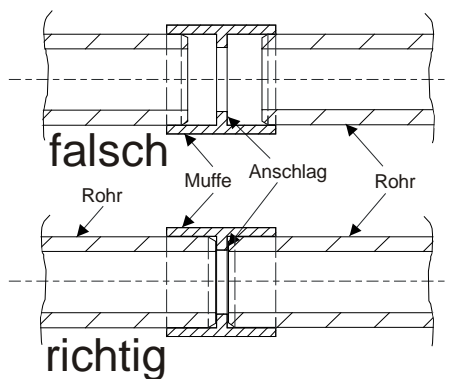

Abb. 21 Zusammensetzen der Rohre
- Die einzelnen Rohrabschnitte werden mittels Fittings verbunden. Dabei kommt je nach verwendetem Rohrmaterial das Klebverfahren nach Kap. 5.5.2 bzw. 5.5.3 oder das Pressverfahren nach Kap. 5.5.4 zur Anwendung. Die Rohre sind bis zum Anschlag in die Fittings zu schieben, **Abb. 21**.